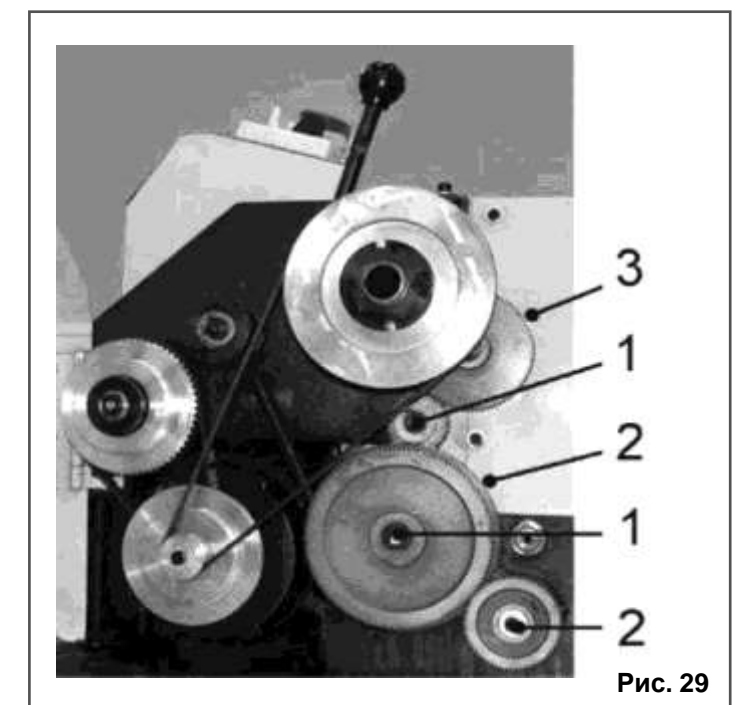

Рис. 29
12.2. Схема смазки (Рис. 29, 30, 31)